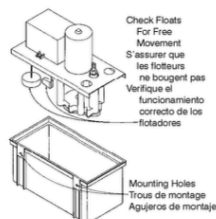

Fig. 1
- Mount the pump. There are two vertical mounting surfaces (Fig. 1) on one side of the tank to mount on side of air conditioning unit, or nearby wall. Mounting holes can be drilled in this surface, but should not exceed one inch from the top of the tank to prevent possible spillage of water.
3. Assembler la pompe. Un des côtés du réservoir comporte deux surfaces de montage verticales (Fig. 1), afin que la pompe puisse être installée sur le côté du climatiseur ou sur un mur avoisinant. Il est possible de percer des trous de montage dans cette surface, dans la mesure où ils sont à moins d'un pouce du haut du réservoir, afin d'éviter tout risque de déversement.
3. Monte la bomba. Como se muestra en la fig. 1, el tanque tiene en uno de sus lados dos superficies verticales de montaje para montar al lado de la unidad de aire acondicionado o en una pared cercana. Se puede taladrar perforaciones de montaje en esa superficie, pero estas deben hacerse en la primera pulgada del borde superior del tanque, para evitar posibles derrames de agua.